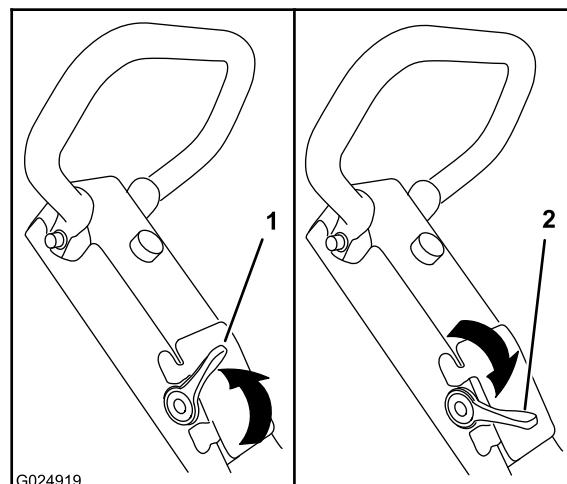

Figura 11
1. Ponga el acelerador en la posición de Lento (Figura 11).
- Mueva la palanca del acelerador a la posición de Rápido (Figura 11).
- Ponga el acelerador en la posición de Lento (Figura 11).
- Mueva la palanca de control del acelerador a la posición de Lento (Figura 11).